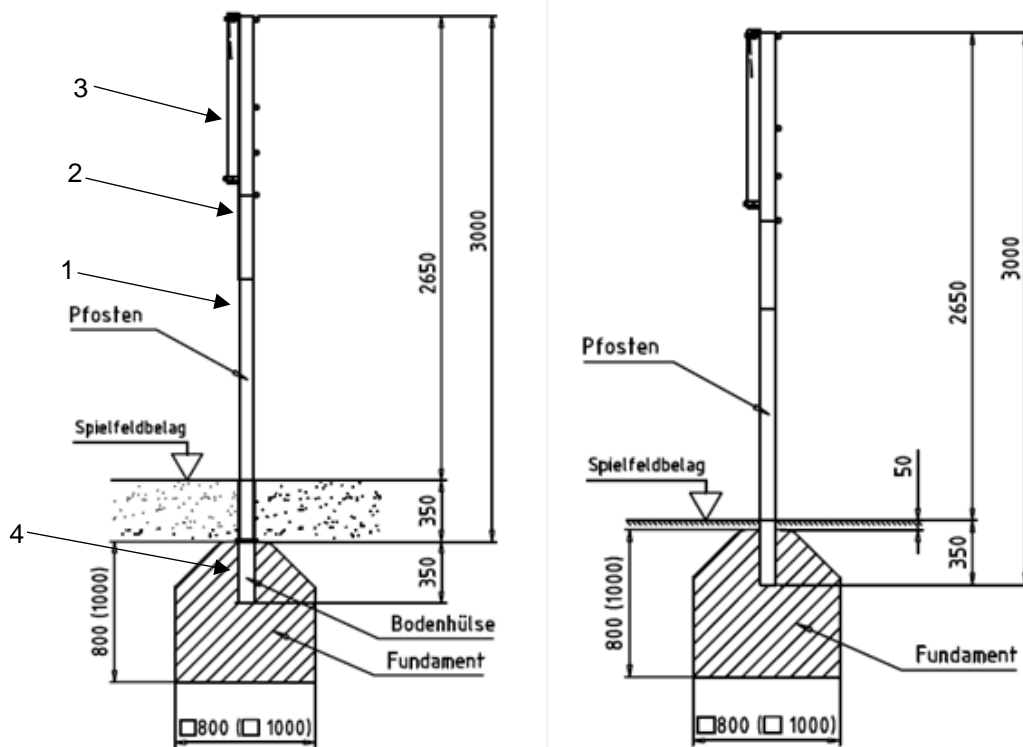

Abb. 2: Aufbau und Fundament für Volleyballpfosten nach DIN EN 1271 (mit und ohne Bodenhülse)
- Für die Basispfosten gießen sie ein zu bemessendes Fundament (Abb. 2). Zur Erstellung des Fundaments ist ein tragfähiger Untergrund notwendig, daher sollte das Fundament bei gewachsenem Boden ca. 80x80x80 cm groß sein, bei aufgeschüttetem Boden ca. 100x100x100 cm.